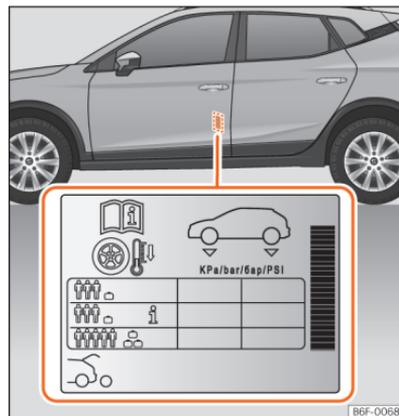

Fig. 190 Localização do autocolante da pressão de ar dos pneus.
- Adapte a pressão dos pneus à carga transportada pelo veículo »» **Fig. 190.**
Os valores da pressão de enchimento indicam-se na etiqueta autocolante situada na zona posterior da moldura da porta dianteira esquerda »» **Fig. 190.**
A pressão dos pneus tem de ser ajustada à carga momentânea do veículo. Se pretender utilizar o veículo com a carga máxima, terá de aumentar a pressão dos pneus para o valor máximo indicado na etiqueta »» **Fig. 190.**
No caso de uma roda de emergência mais estreita (125/70 R16 ou 125/70 R18), encher a 4,2 bar de pressão segundo indicado na etiqueta de pressão dos pneus »» **Fig. 190.**
Dependendo do veículo, pode adaptar-se a pressão de ar dos pneus para meia carga para aumentar o conforto de condução (pressão de ar dos pneus  »» **Fig. 190**). Quando se circula com a pressão de ar de conforto, o consumo de combustível pode aumentar ligeiramente.
- O condutor é responsável por garantir que todos os pneus do veículo estejam cheios com a pressão correta. A pressão de ar recomendada é indicada num autocolante »» **Fig. 190.**
- Com os pneus a frio, deverá manter-se sempre a pressão indicada no autocolante »» **Fig. 190.**